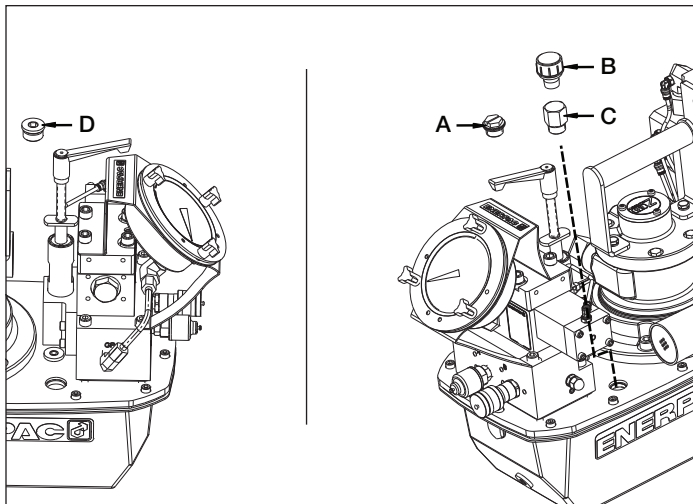

Figura 2, Bujão de Abastecimento de Óleo e Tampa do Respiração
4.1 Tampa do Respiro e Bujão de Abastecimento de Óleo (Ver Figura 2)
Verifique o nível de óleo da bomba antes de acioná-la, e acrescente óleo, se necessário, removendo a tampa da saída de abastecimento. Certifique-se sempre de que os torquímetros hidráulicos estão totalmente retraídos antes de adicionar fluido ao reservatório. Ver Figura 2.